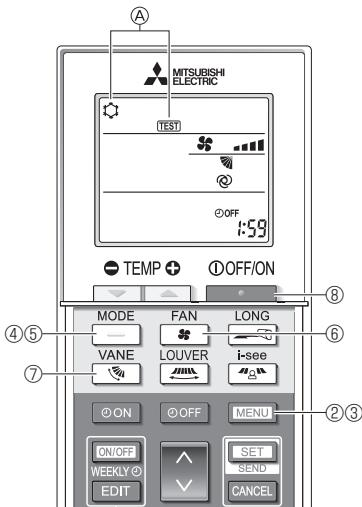

Fig. 8-5
- ① Attivare l'alimentazione almeno 12 ore prima della prova di funzionamento.
- ② Premere il pulsante **[MENU]** per 5 secondi. (Fig. 8-5)
Vengono visualizzati **(A) [TEST]** e il modo operativo in corso. (Fig. 8-5)